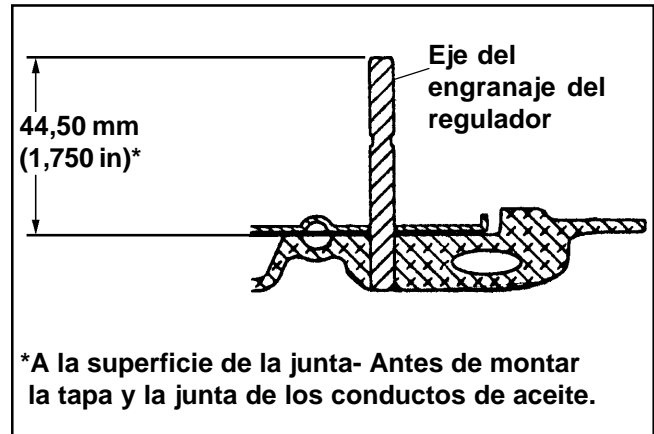

Figura 9-19. Profundidad de introducción del eje del regulador.
1. Instale un pasador nuevo en la placa de cierre empujándolo o golpeándolo ligeramente. Deberá estar montado de tal forma que sobresalga **44,50 mm (1,750 in)**, más/menos **0,101 mm (0,004 in)** por encima del resalte del cárter. Ver Figura 9-19.